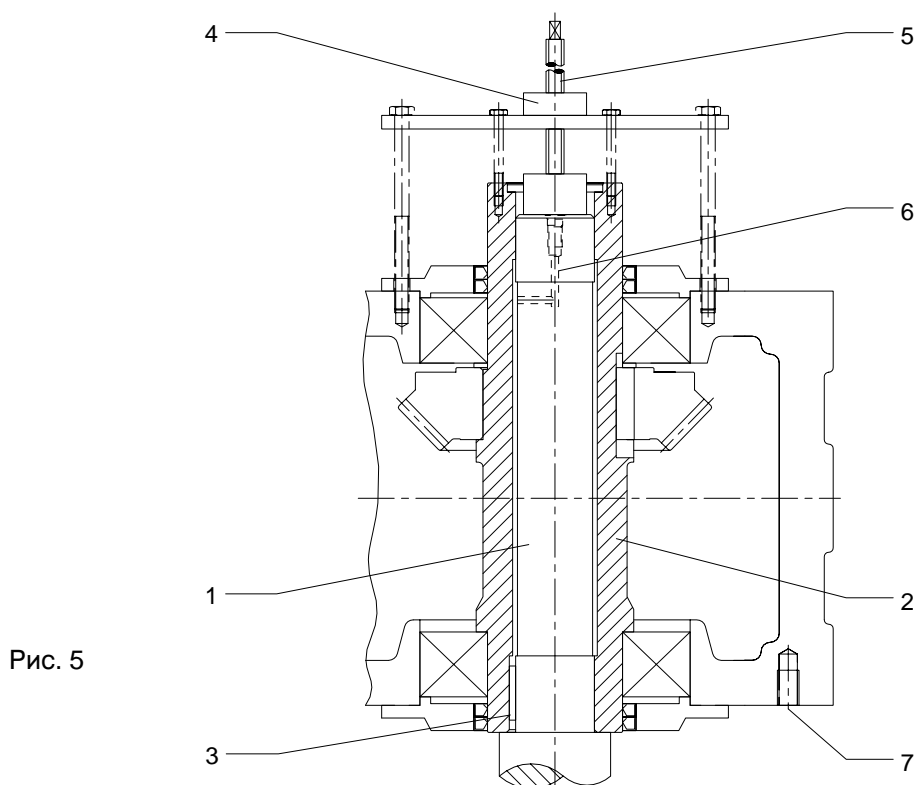
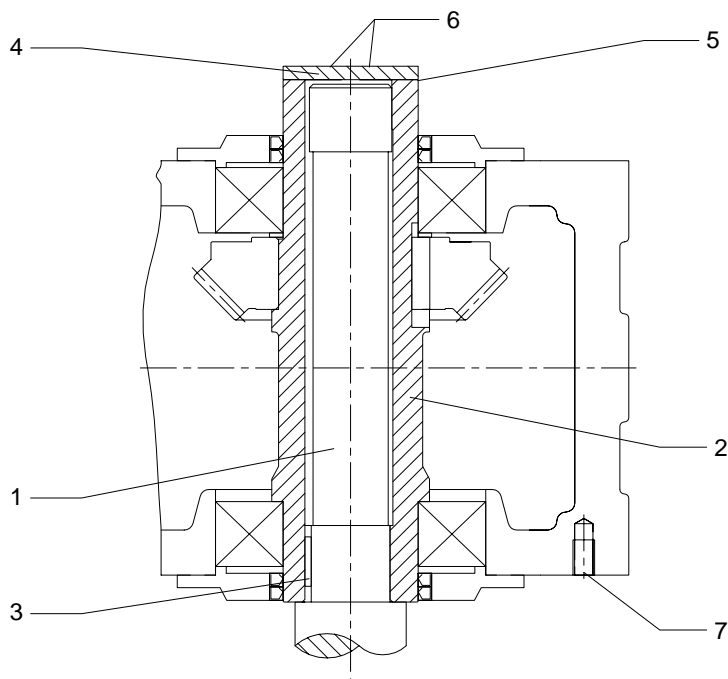

Рис. 5
Bild 6
- При образовании ржавчины на посадочных плоскостях для облегчения снятия передачи насосом закачать под давлением растворитель ржавчины в пустое пространство сверленного отверстия, чтобы он попал на посадочное место. Подача растворителя ржавчины осуществляется через сверленные отверстия в машинном валу (см. рис. 5) или в концевом диске (см. рис. 6).
После достаточного действия растворителя снять передачу при помощи устройства согласно рис. 5.